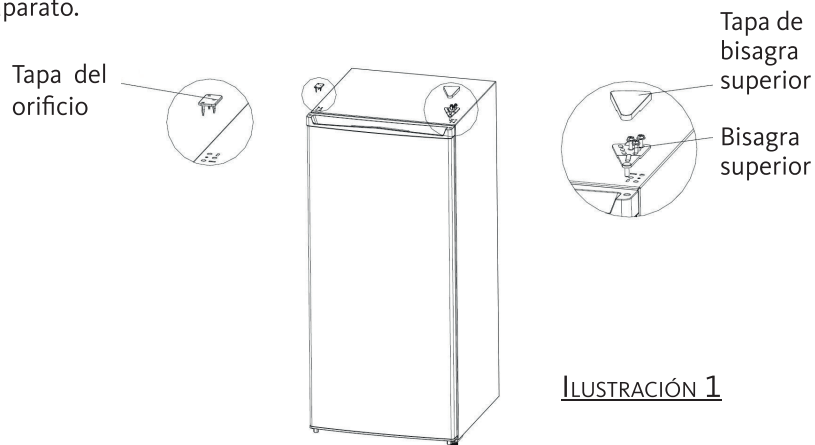

ILUSTRACIÓN 1
- Retire la tapa de la bisagra superior, la bisagra superior y la tapa del orificio (Ilustración 1). (Retire las tapas con un destornillador plano y los 3 tornillos de la bisagra superior con un destornillador de estrella, presionando al mismo tiempo la puerta contra el aparato.